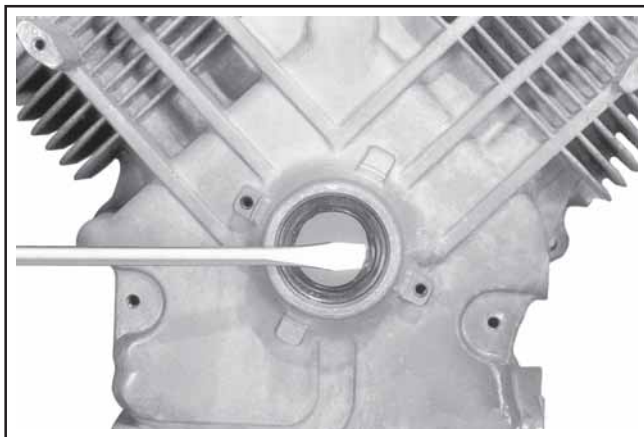

Figure 9-57. Dépose du joint spy.
1. Retirer le joint spy du carter du moteur. Voir la Figure 9-57.